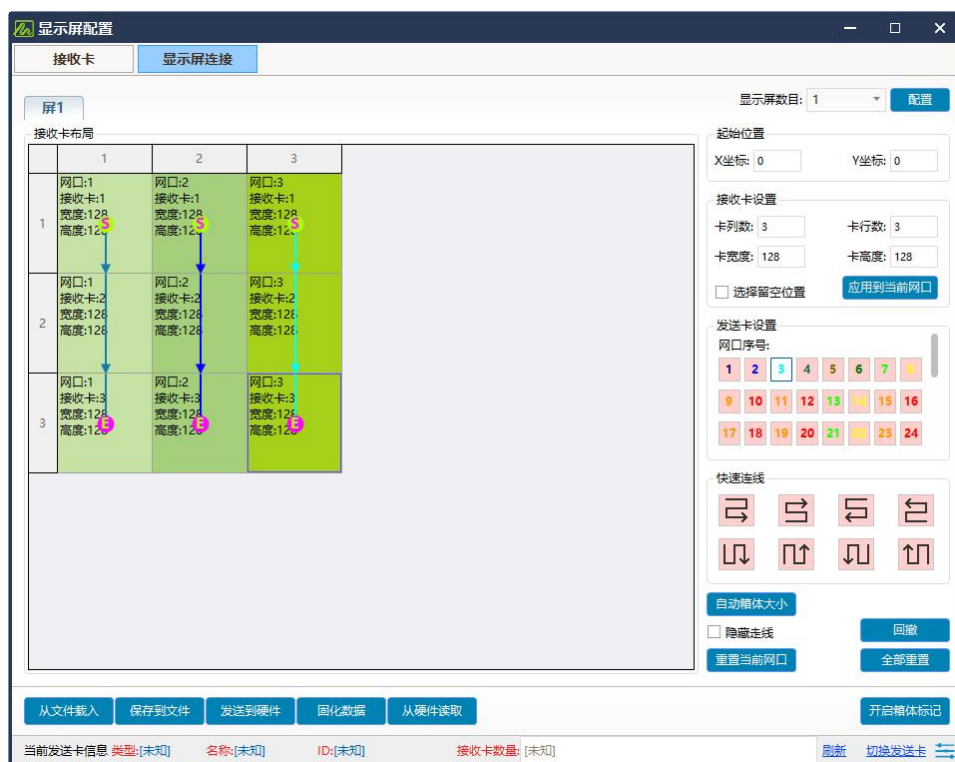

图 4-2-13 接收卡级联方式图
(2) 在显示屏连接界面中，根据大屏实际情况设置接收卡的级联方式，宽高（每张接收卡带载宽，高可以不同），如图 4-2-13 所示。